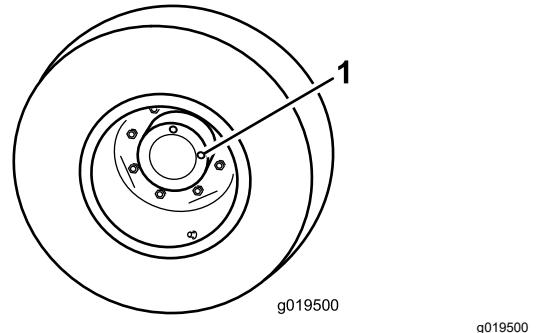

Bild 66
2. Stellen Sie das Rad so, dass eine Prüfschraube (Bild 66) auf 12 Uhr und die andere auf 3 Uhr steht.
1. Prüf-/Ablassschraube (2)
3. Entfernen Sie die Schraube, die auf 3 Uhr steht (Bild 66).